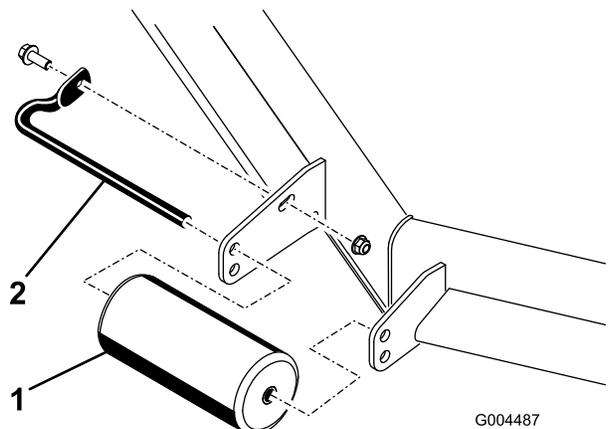
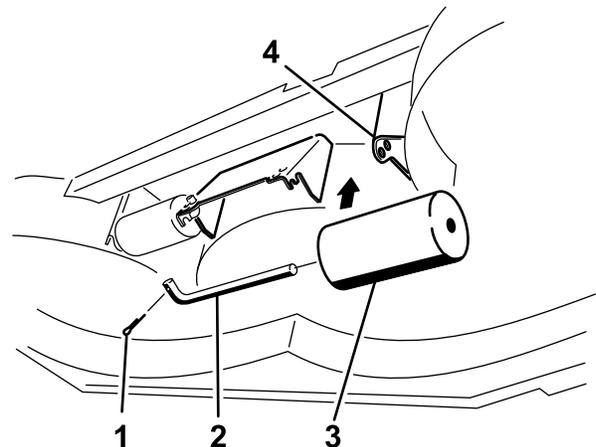

Bild 20
Bild 24
- Nehmen Sie die Befestigungen ab, mit denen jede Rolle am Mähwerk befestigt ist, und schieben Sie die Rollen nach oben oder unten, siehe Bild 20 bis Bild 24 abhängig vom Mähwerk.